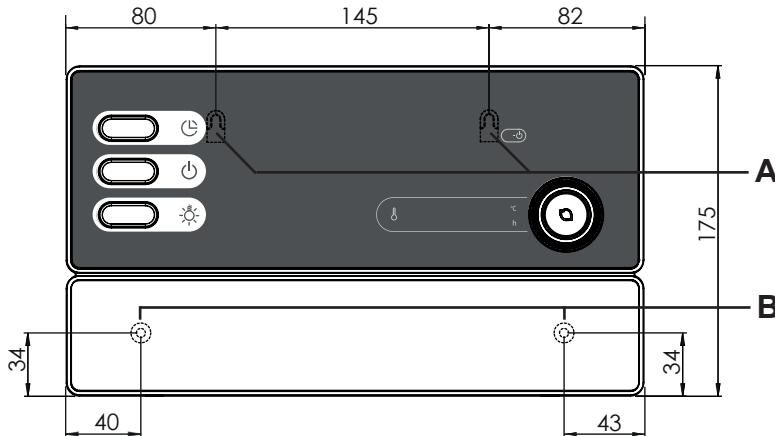

Bild1 Position på upphängningsanordningen och monteringshålen
1. Skruva in två stjärnskruvar (16 mm) på ca 1,70 m höjd i bastuväggen tills 7 mm sticker ut. De båda skruvarna måste ha ett avstånd på 145 mm (se Abb.1).
3. Häng upp styrenheten i upphängningsanordningen **A** på de inskruvade skruvarna (se Abb.1).
4. Skruva in två stjärnskruvar (16 mm) i de nedre hålen **B** (se Abb.1).